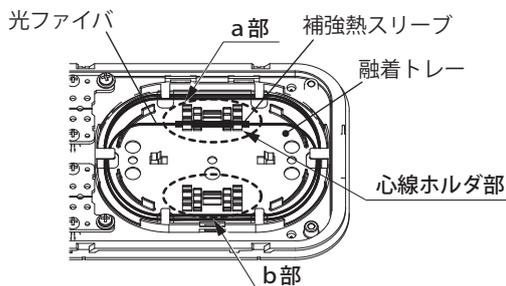

図 5
2. 融着接続に使用した補強熱スリーブ(付属品)は心線ホルダ部に収納してください。(図5)